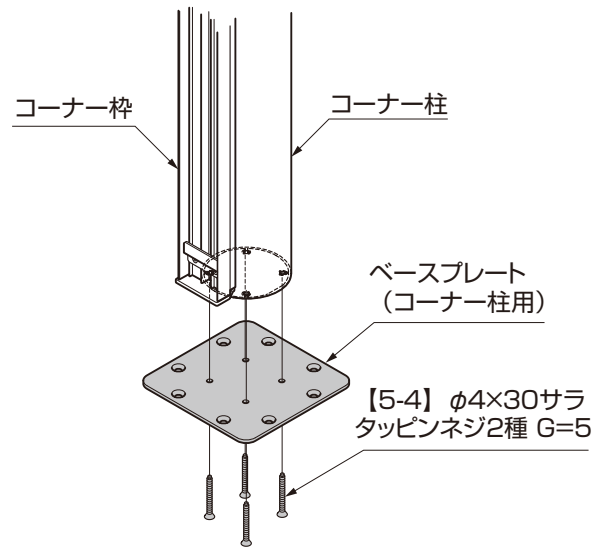

図2-2
①コーナー柱（ベース仕様）をベースプレート（コーナー柱用）に【5-4】で固定してください。（図2-2参照）